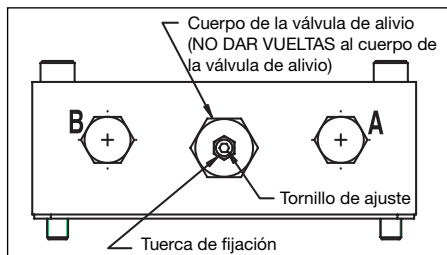

Figura 1
2. Instalar un manómetro 0-6.000 psi [0-413 bar] (0-41,36 MPa) en el puerto "A" (véase la figura 1).